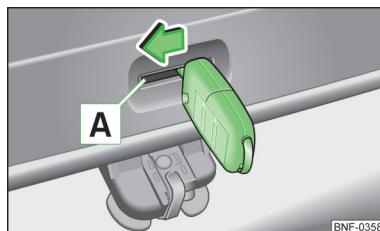

Fig. 121
- Skub bilnøglen helt ind i slidsen **A** » Fig. 121 i beklædningen.